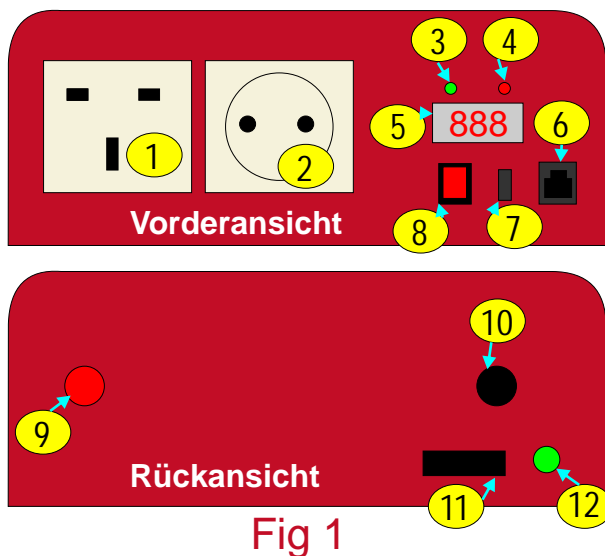

Fig 1
verwenden. Das wird über die Sicherung (pos 11, fig 1) auf der Rückseite des Gerätes gemacht. Dieses befindet sich unter dem Negativ-Anschluss. Öffnen sie die Schutzabdeckung und stecken Sie die beiliegende Sicherung in die Öffnung. Anschließend verschließen Sie die Sicherung mit der Kappe. Anschließend funktioniert ein FI-Schutzschalter.
- 5) **Wir empfehlen den Einbau eines FI-Schutzschalters. Dazu müssen Sie aber unbedingt die "Standard - Neutral = Schutzleiter" Option verwenden. Das wird über die Sicherung (pos 11, fig 1) auf der Rückseite des Gerätes gemacht. Dieses befindet sich unter dem Negativ-Anschluss. Öffnen sie die Schutzabdeckung und stecken Sie die beiliegende Sicherung in die Öffnung. Anschließend verschließen Sie die Sicherung mit der Kappe. Anschließend funktioniert ein FI-**